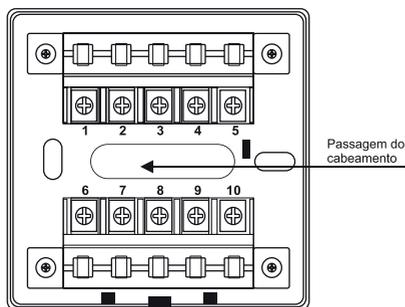

Figura 1
2. Para instalação na parede, siga a indicação da passagem do cabeamento da figura 1.